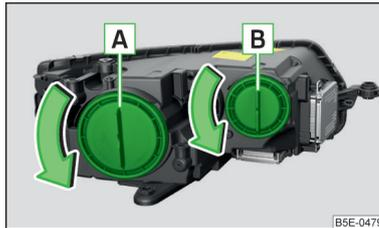

Abb. 224
Glühlampenanzordnung » Abb. 224
- Die Schutzkappe **A** » Abb. 224 auf Seite 245 in Pfeilrichtung drehen.
- Die Schutzkappe **A** » Abb. 224 auf Seite 245 einsetzen und entgegen der Pfeilrichtung drehen.
- Die Schutzkappe **B** » Abb. 224 auf Seite 245 in Pfeilrichtung drehen.
- › Die Schutzkappe **B** » Abb. 224 auf Seite 245 einsetzen und entgegen der Pfeilrichtung drehen.
- › Die Schutzkappe **B** » Abb. 224 auf Seite 245 in Pfeilrichtung drehen.